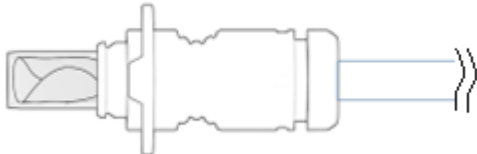

Abbildung 6. Überprüfung des Implantats (in der Ladekanüle)
- Die Unversehrtheit des Implantats (in der Ladekanüle) visuell überprüfen. Es darf keine Knicke, Falten oder Risse aufweisen (siehe Abbildung 6).